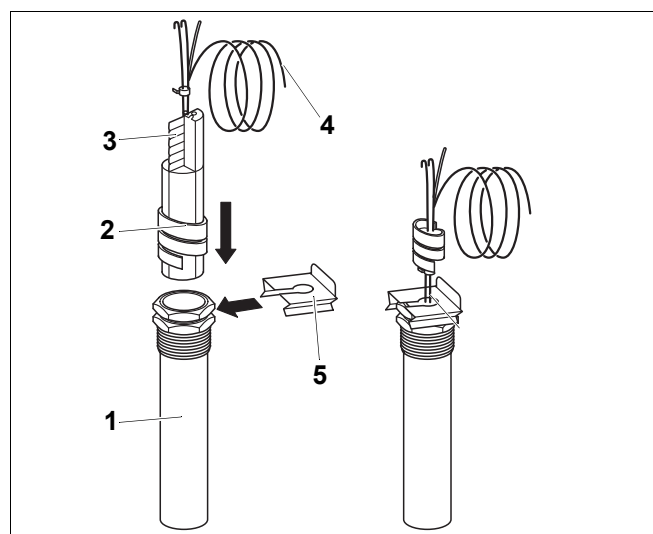

Рис. 17 Гильза и датчик температуры
- Вставьте температурный датчик до упора в гильзу (рис. 17, **поз. 1**).
- Пластмассовая спираль (рис. 17, **поз. 2**) автоматически сдвигается назад.
- Компенсационная пружина (рис. 17, **поз. 3**) должна быть вставлена в гильзу (рис. 17, **поз. 1**).
- Наденьте фиксатор датчика (рис. 17, **поз. 5**) (поставка с системой управления) сбоку или сверху на оголовок гильзы (см. стрелку).